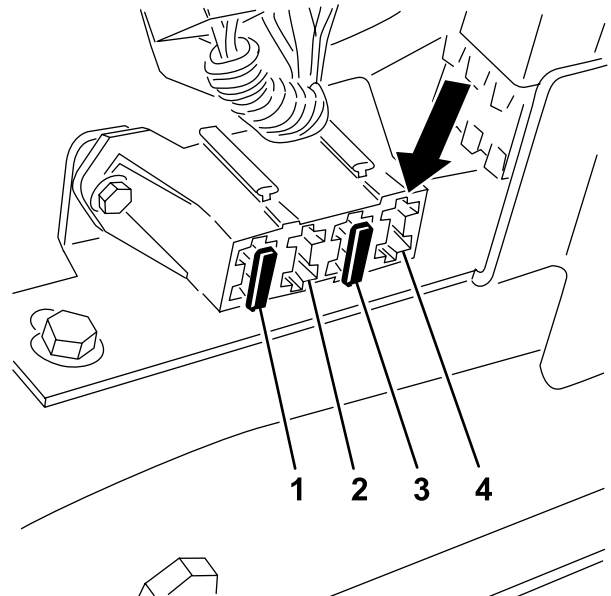

Bild 26
- A. Installieren Sie die Sicherung (10 A) an der in Bild 26 gezeigten Stelle des Sicherungskastens.